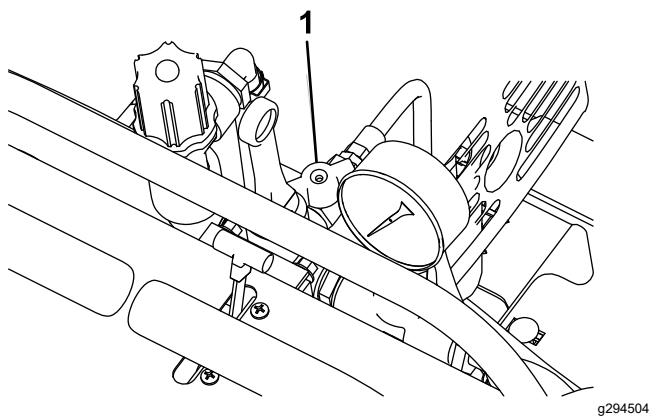

Figure 23
3. Tournez la vanne du pistolet de pulvérisation en position OUVERTE (Figure 23).